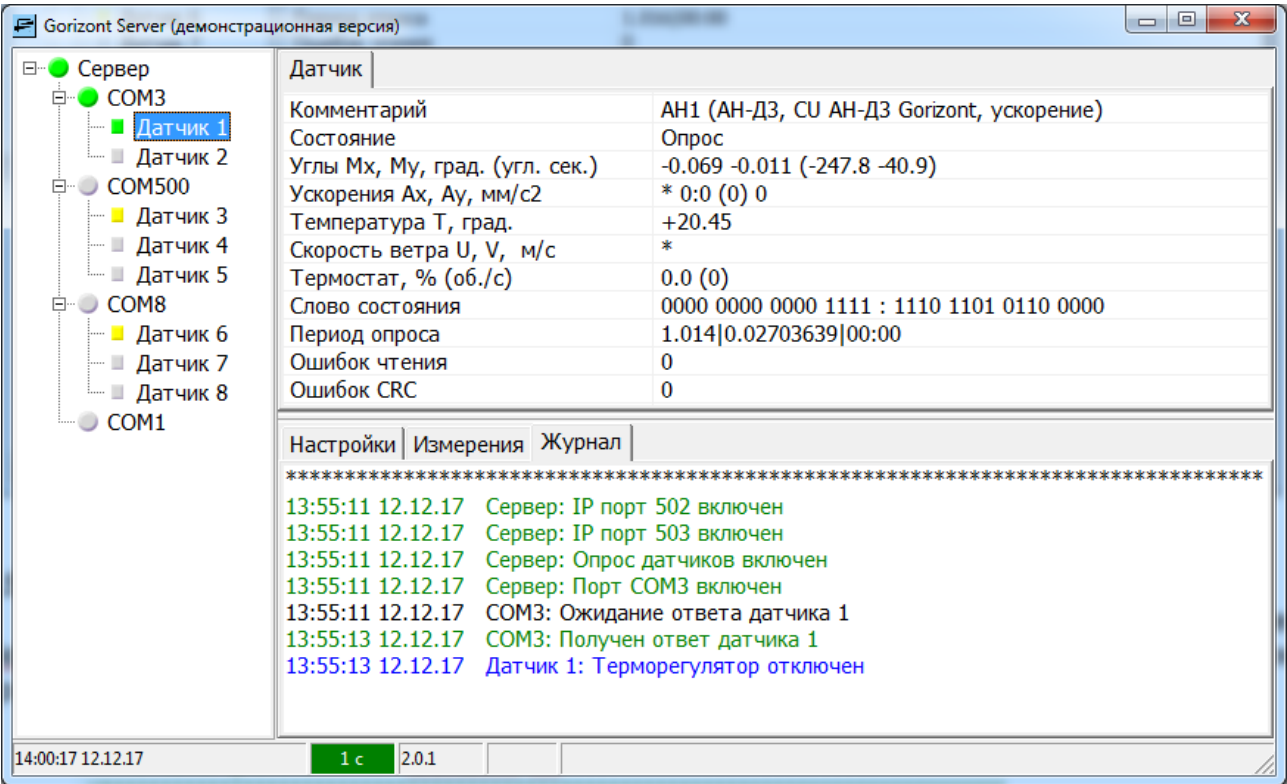

Рисунок 4.7
4.10 Вкладка <Журнал> информационной панели отображает информацию о последних событиях (рис.4.7).